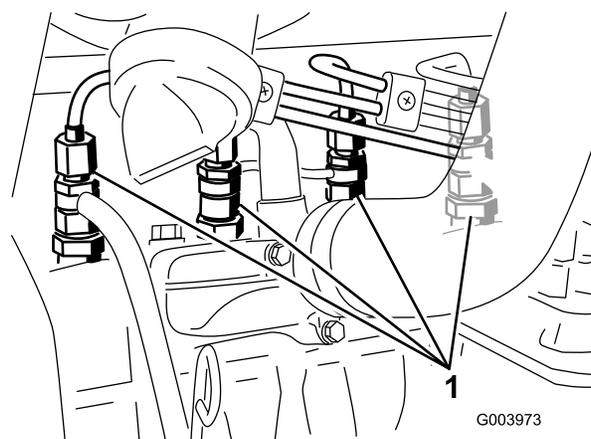

Figura 32
1. Allentate il raccordo dell'ugello n. 1 ed il gruppo portaugelli (Figura 32).